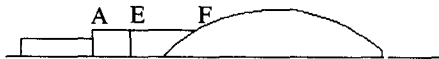

图 1-9
(5) 使用“延伸”命令,将直线 AE 延长与圆弧相交得到 F,结果如图 1-9 所示。